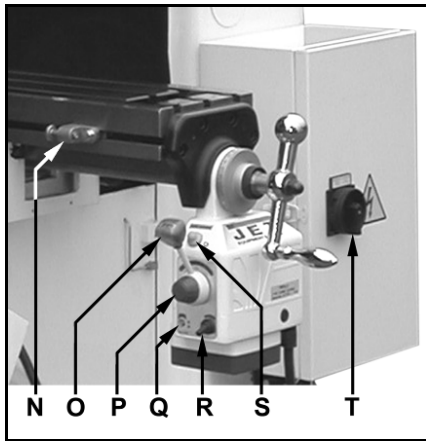

Рис. 11
Установите концевые упоры (N, рис. 11) в желаемое положение, подача отключится в этом месте автоматически. Выберите желаемую скорость на регуляторе (P) и направление вращения на рычаге включения (O). Включение и остановка подачи производится с помощью выключателя подачи (R). Быстрое перемещение каретки достигается посредством нажатия кнопки ускоренного хода (S).